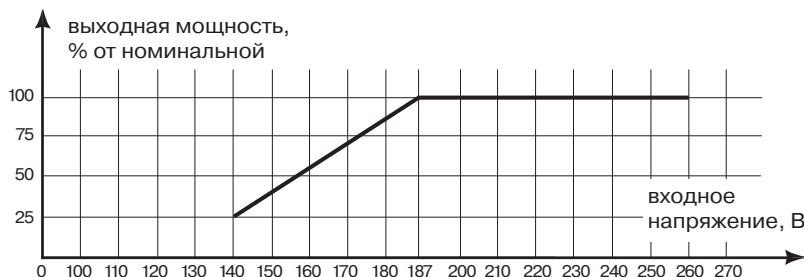

Рис. 7.
**Внимание!** При выборе стабилизатора необходимо учитывать, что при уменьшении входного напряжения увеличивается величина входного тока, следовательно, уменьшается и максимальная мощность автоматического регулятора напряжения! Эта зависимость схематически показана на графике (рис. 7).
- Включение стабилизатора осуществляется включением автомата защиты ⑦. При включении стабилизатора засветится зеленый светодиодный индикатор «Working». На цифровом LED дислее ① отобразится время до выдачи питания на подключенную нагрузку, при этом красный светодиод «Protecting» мигает. Время задержки выдачи питания на нагрузку, можно выбрать кнопкой «Delay» ⑥ на передней панели. По истечении времени паузы, выдается напряжение на выходные клеммы, на LED дислее ① отображается выходное напряжение. Нажатием кнопки «I/O» ⑤, выбирается отображение входного или выходного напряжения на LED индикаторе стабилизатора. При отображении входного напряжения индикация прерывистой.
- При работе стабилизатора на повышение либо на понижение входного напряжения будет светиться желтый светодиод «Regulating» ③.
- В случае перегрузки или короткого замыкания сработает автомат защиты ⑦. После устранения причины перегрузки включите стабилизатор.
- При напряжении на входе стабилизатора свыше 275 В или ниже 140 В ± 3% стабилизатор отключит нагрузку. При этом на LED дисплее отображается «Н» / «L» (высокое/низкое входное напряжение). На передней панели засветится индикатор ④ «Protecting».